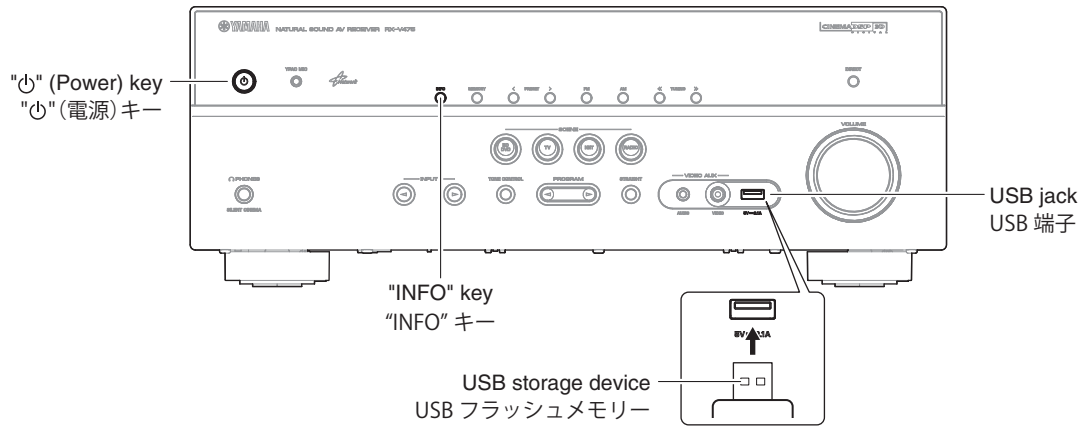

Fig. 1
1. Insert the USB storage device to the USB jack. (Fig. 1)
2. While pressing the "INFO" key, connect the power cable to the AC outlet. (Fig. 1)
1. USB 端子に USB フラッシュメモリーを差し込みます。(Fig. 1)
2. "INFO" キーを押しながら、電源コードを AC コンセントに接続します。(Fig. 1)
5. Press the "⏻" (Power) key to turn off the power. (Fig. 1)
6. Remove the USB storage device from the USB jack. (Fig. 1)
5. "⏻" (電源) キーを押して電源を切ります。(Fig. 1)
6. USB 端子から USB フラッシュメモリーを抜きます。(Fig. 1)